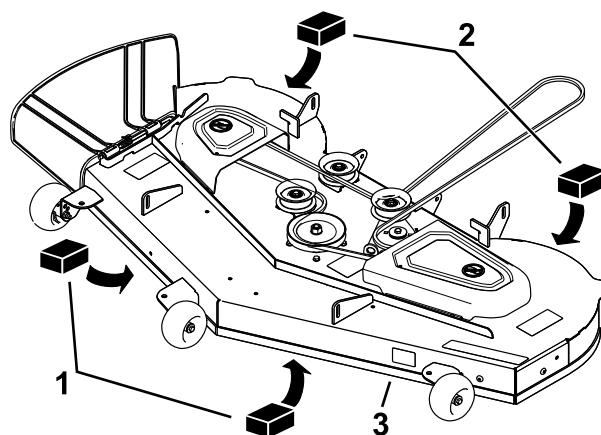

Figure 58
3. Placez deux cales de 6,6 cm (2⁵/₈ po) d'épaisseur chacune sous chaque côté du bord avant du tablier de coupe, mais pas sous les supports des galets anti-scalp (Figure 58).
4. Placez deux cales de 7,3 cm (2⁷/₈ po) d'épaisseur chacune sous le bord arrière de la jupe du tablier de coupe, une de chaque côté (Figure 58).